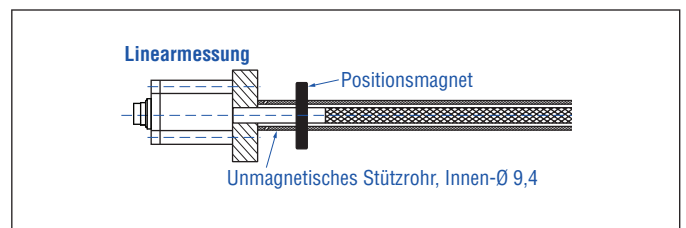

Abb. 13: Sensor mit Stützrohr/Schutzrohr
1. Führen Sie den flexiblen Messstab immer in einem Stützrohr/ Schutzrohr (z.B. druckfestes Rohr HD/HL/HP oder HFP-Profil). Das Stützrohr muss aus unmagnetischem Material bestehen und einen Innendurchmesser von mindestens 9,4 mm haben (Abb. 13). Es kann gerade oder gebogen sein.